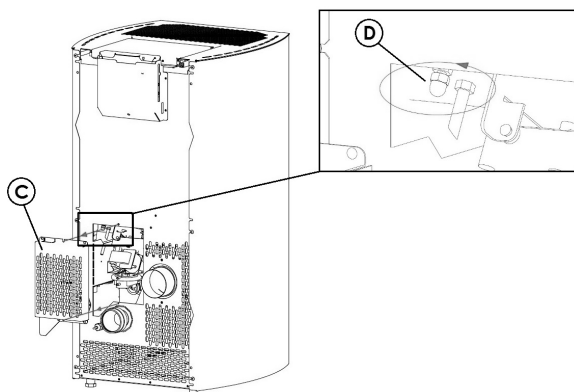

Fig. 25 - Borttagning af luge
- Fjern inspektionslugen "C" placeret bag på ovnen (se **Fig. 25**).